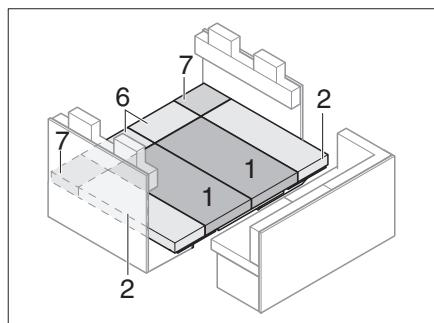
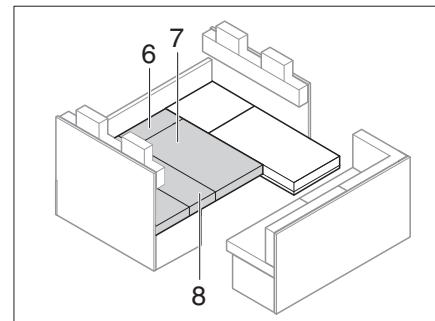

Fig. 203 Despues de la transformación
Fig. 207 Despues de la transformación
- Colocar cojín del asiento, cojín del respaldo y cojín adicional como se muestra en Fig. 203.
- Colocar cojín del asiento, cojín del respaldo y cojín adicional como se muestra en Fig. 203 hasta Fig. 207.